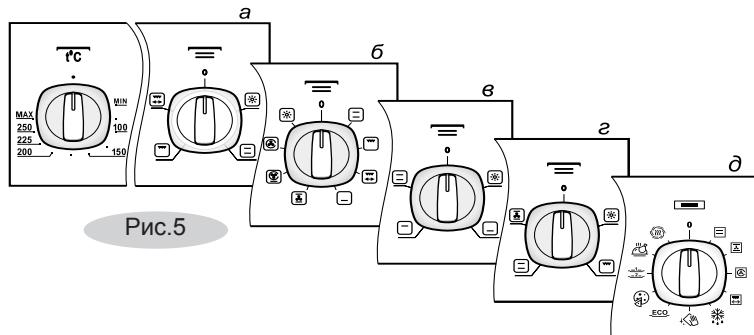

Рис.5
- ручкой режимов работы устанавливается необходимая функция (в зависимости от модели может быть вариант *а*, *б*, *в*, *г* или *д* (рис. 5);